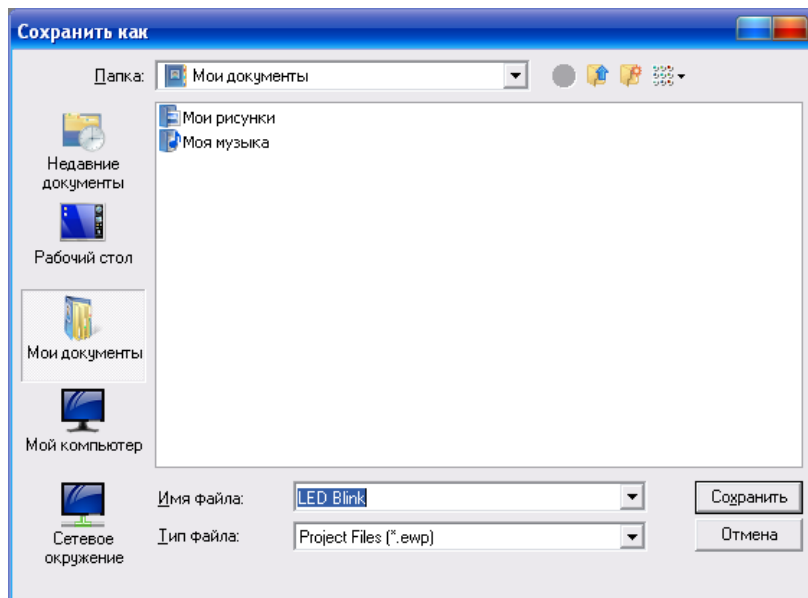

Рисунок 1.2 – Збереження проекту
2. Ввести назву проекту, наприклад, «LED Blink» і вказати теку, в якій зберігатиметься проект, наприклад, «My Projects\LED Blink» (рис. 1.2). Далі натиснути «Сохранить».